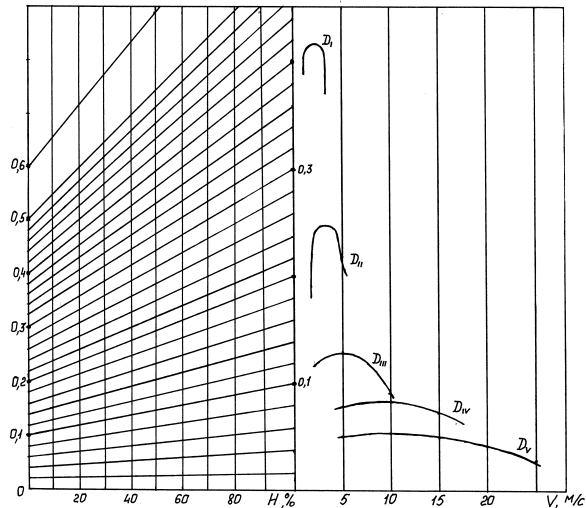

Рисунок 1. Динамическая характеристика с номограммой нагрузок
1. Автомобиль, полная масса которого 8,15 т, движется равномерно со скоростью 21 м/с по дороге, характеризующейся подъемом 3% и коэффициентом сопротивления качению 0,02. Используя динамическую характеристику с номограммой нагрузок (рис.1), найти величину мощности, теряемую в трансмиссии, если грузоподъемность автомобиля 5 т, фактор обтекаемости  $3,02 \text{ Н} \cdot \text{с}^2 / \text{м}^4$ , а мощность двигателя в 5,6 раза больше мощности, теряемой в трансмиссии.